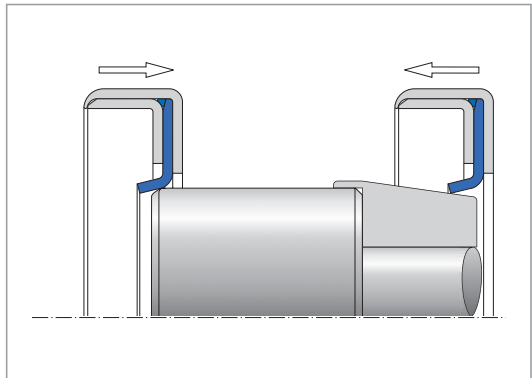

Abb. 51 Montage eines Simmerrings mit Dichtlippe aus PTFE
- Bei Montage über die Nut einer Nut- und Feder-Verbindung auf der Welle muss die Nut mit einer Schutzkappe abgedeckt sein (→ Abb. 51), um eine Verletzung der Dichtlippe zu vermeiden.
Wichtig ist, dass die Dichtlippe aus PTFE speziell bei der Montage mit der Stirnseite in Montagerichtung nicht beschädigt wird. Empfohlen wird die Verwendung eines Montagedorns mit einer Auflaufschräge von $10^\circ \dots 15^\circ$ (\rightarrow Abb. 51).